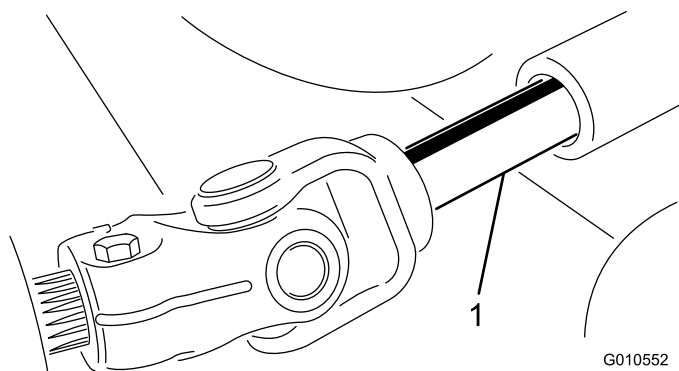

Figura 27
5. Rode a unidade de corte afastando-a da unidade de tracção, separando as secções macho e fêmea do veio da tomada de força (Figura 27).
3. Deslize o veio macho da tomada de força ao veio fêmea da tomada de força (Figura 27).